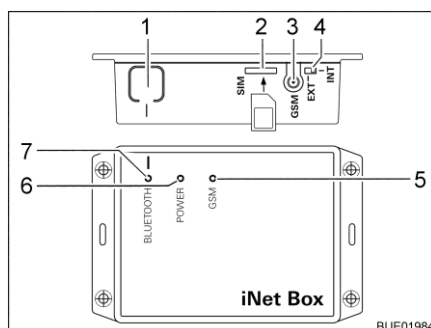

Fig. 83 Truma iNet-Box
- Pulsar la tecla BLUETOOTH (Fig. 83,1) en la iNet-Box por 1 segundo. La Truma iNet-Box estará visible por aprox. 2 minutos en el terminal móvil (nombre: "Truma iNet-Box"). Durante este intervalo, el LED BLUETOOTH azul (Fig. 83,7) estará parpadeando.
- Insertar la tarjeta mini SIM con número de teléfono propio y suficiente crédito cuidadosamente en la ranura (Fig. 83,2) de la Truma iNet-Box del modo mostrado hasta que engatille. El LED GSM rojo (Fig. 83,5) deberá parpadear de manera permanente. Si el LED rojo se apaga después de 20 segundos: Controlar la tarjeta mini SIM.